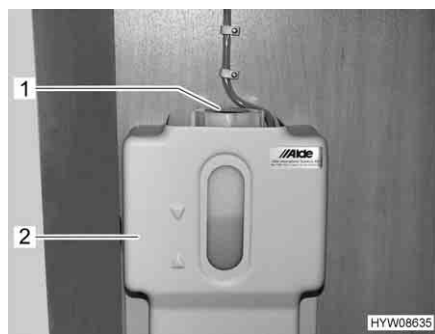
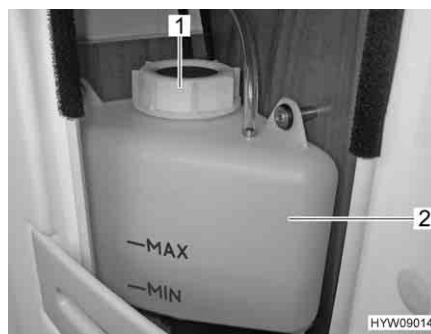

Fig. 161 Vaso d'espansione del riscaldamento ad acqua calda (armadio guardaroba)
Fig. 162 Vaso d'espansione del riscaldamento ad acqua calda (vano doccia)
- Controllare se il livello del liquido nel vaso d'espansione (Fig. 161,2 o Fig. 162,2) è tra le righe del "MIN" e del "MAX".
- Aprire il coperchio (Fig. 161,1 o Fig. 162,1) del vaso di espansione.